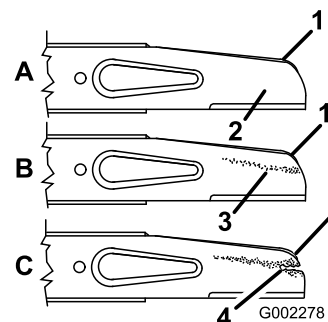

Figure 29
2. Enlevez le boulon de lame, la rondelle de blocage, l'accélérateur et la lame (Figure 29).